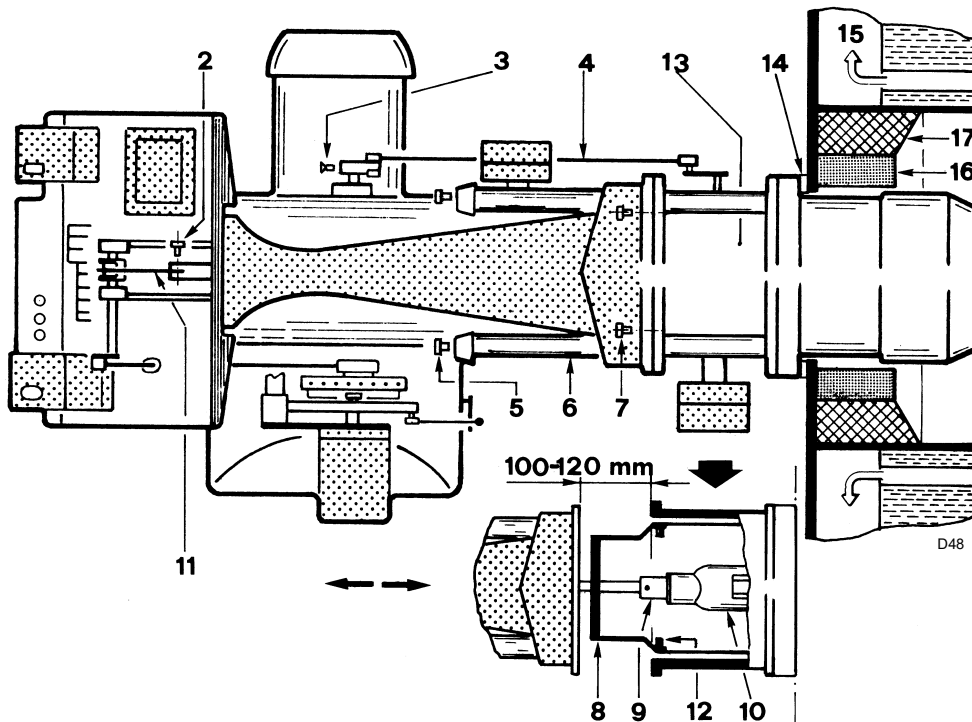
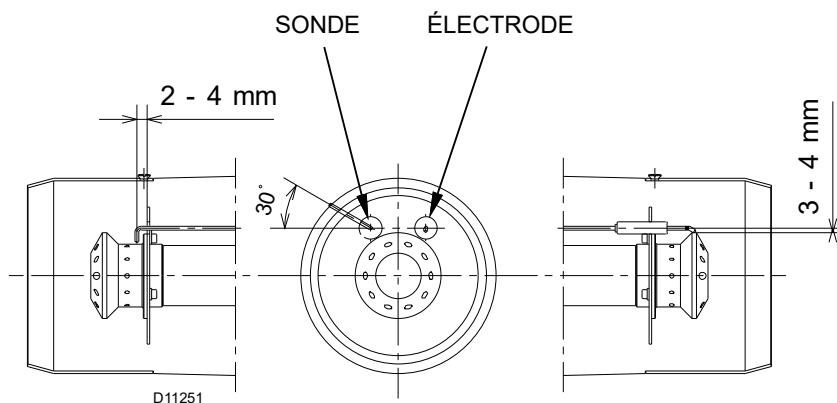

Fig. 13
Fig. 14
Pour les chaudières avec circulation des fumées sur l'avant 9)(Fig. 13), ou avec chambre à inversion de flamme, réaliser une protection en matériau réfractaire 7), entre le réfractaire de la chaudière 8) et l'embout 6).
- Retirer les vis 5)(Fig. 13) des deux glissières 6).
- Avant d'installer la tête de combustion à la chaudière, contrôler si la sonde et l'électrode sont positionnées correctement comme sur (Fig. 14 à la page 18). En cas de positionnement incorrect déposer le coude 10)(Fig. 13) du
Ne pas tourner la sonde mais la laisser comme sur la Fig. 14 ; son positionnement près de l'électrode d'allumage pourrait endommager l'amplificateur de la boîte de contrôle.
- Fixer l'embout à la plaque (Fig. 12 à la page 16) de la chaudière en intercalant le joint isolant 14)(Fig. 13) fourni.
- Reposer ensuite le brûleur sur les glissières 6)(Fig. 13) et le tuyau du gaz 9) dans le coude 10).
- Remonter la fourche 8)(Fig. 13) en la fixant avec les vis 12).
- Serrer les vis 7)(Fig. 13) de fixation du ventilateur à la tête de combustion.
- Poser les arrêts et les vis 5)(Fig. 13) sur les deux glissières 6).
Avant de fixer le brûleur sur la chaudière, vérifier par l'ouverture de la buse si la sonde et l'électrode sont placées correctement, comme illustré dans la Fig. 14.
Si lors du contrôle précédent la position de la sonde ou de l'électrode s'avère incorrecte, retirer les vis 7)(Fig. 13 à la page 17), extraire la partie interne de la tête 4)(Fig. 6 à la page 11) et les régler.
Respecter les dimensions indiquées sur la Fig. 14.